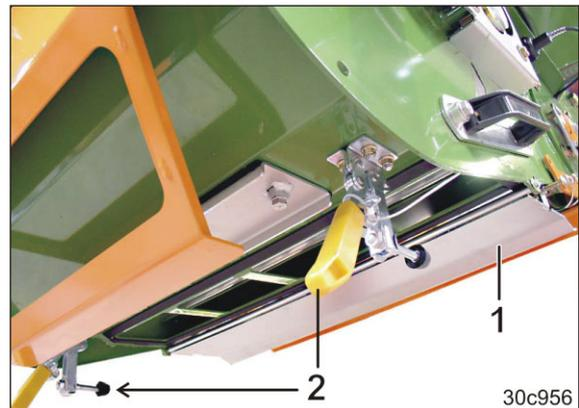

Fig. 284
2. Die Bodenklappe (Fig. 284/1) öffnen.
Die Bodenklappe ist mit Schnellspannern (Fig. 284/2) fixiert.